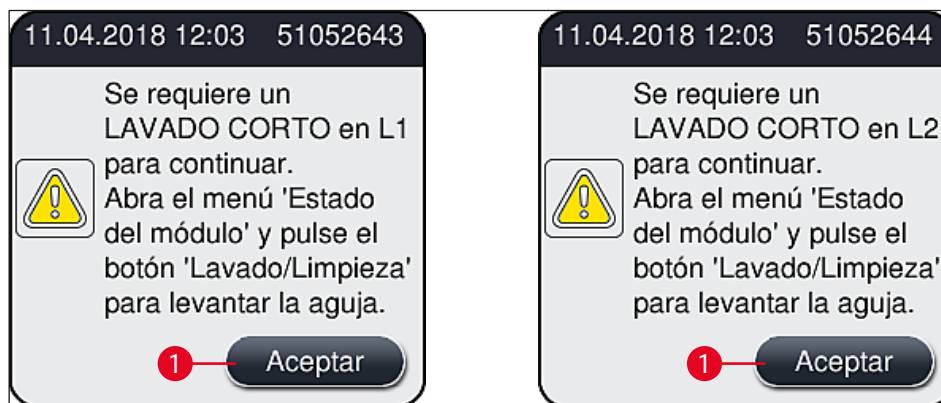

Fig. 51
- ① Una vez completada la fase de inicialización, el menú principal (→ Fig. 19) aparece en la pantalla y se informa al usuario (→ Fig. 51) sobre la necesidad de realizar un **Lavado corto** en la línea del cubreobjetos que se está utilizando. Confirme los mensajes pulsando **Aceptar** (→ Fig. 51-1) y siga las instrucciones que siguen (→ P. 123 – 7.3 Preparación del sistema de tubos para su lavado y limpieza).